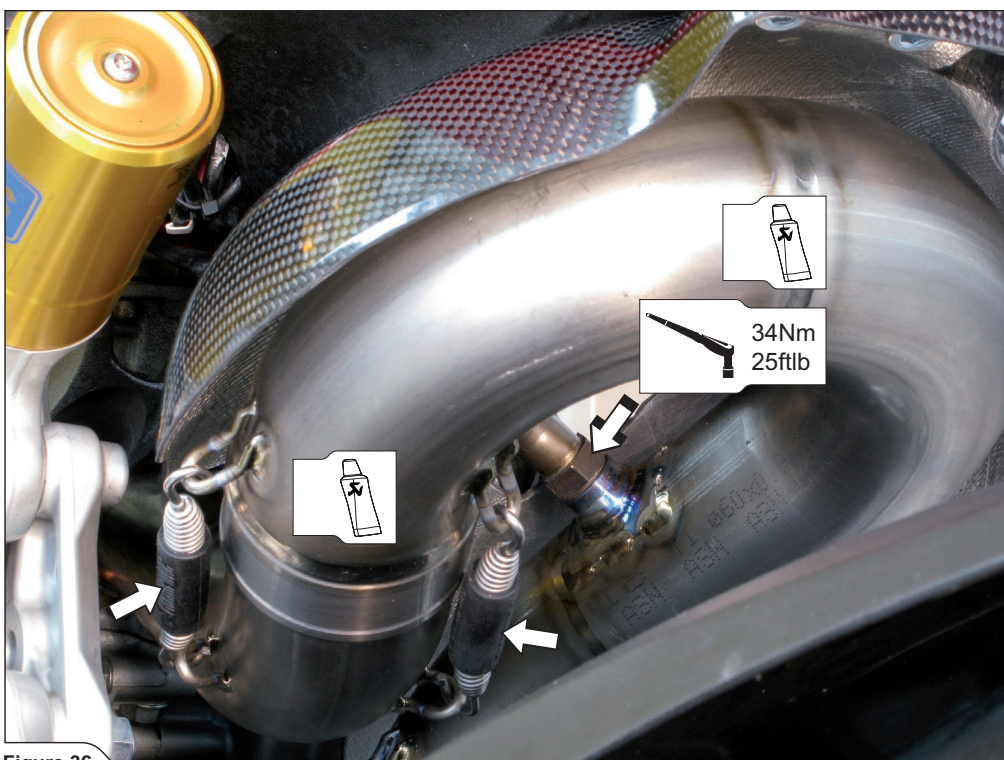

Figure 36
8. リア連結ホースをマニホールド上でスライドさせます。スプリングを取り付け、ラムダセンサーを締め付けます (図 36)。